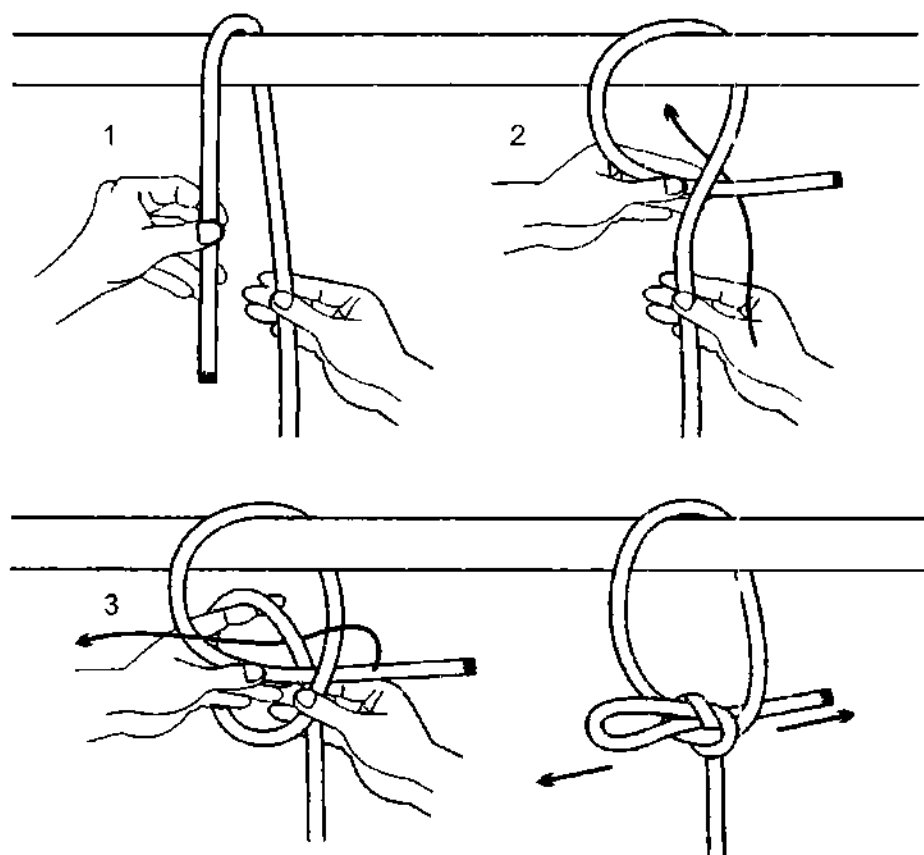

Рис. 527. Схема завязывания якутского узла. Узел после завязывания необходимо хорошенько затянуть.
**Быстроразвязывающийся затягивающийся штык** имеет второе название – **якутский узел** (рис. 527). Этим узлом издавна пользуются жители крайнего севера и Сибири, привязывая им лошадей и оленей. Его можно вязать даже в рукавицах в сильный мороз. Узел вяжется в считанные секунды, отлично держит на обледенелой верёвке и